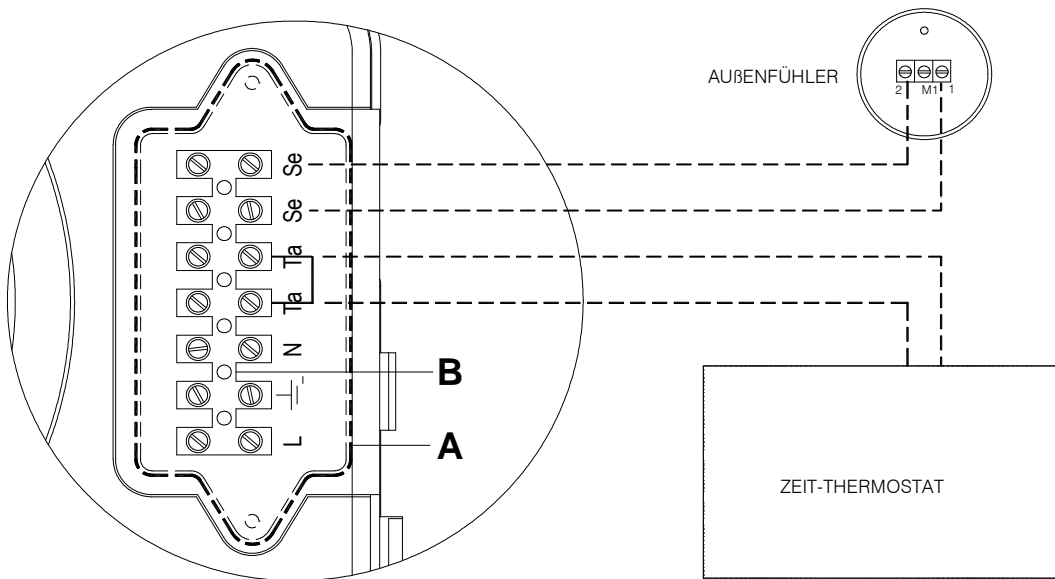

Fig. 1
- Die Schrauben lösen und die Abdeckplatte A entfernen (siehe Abb. 1);
- Die Schrauben lösen und die Führungsplatte A (siehe Abb. 1) entfernen;